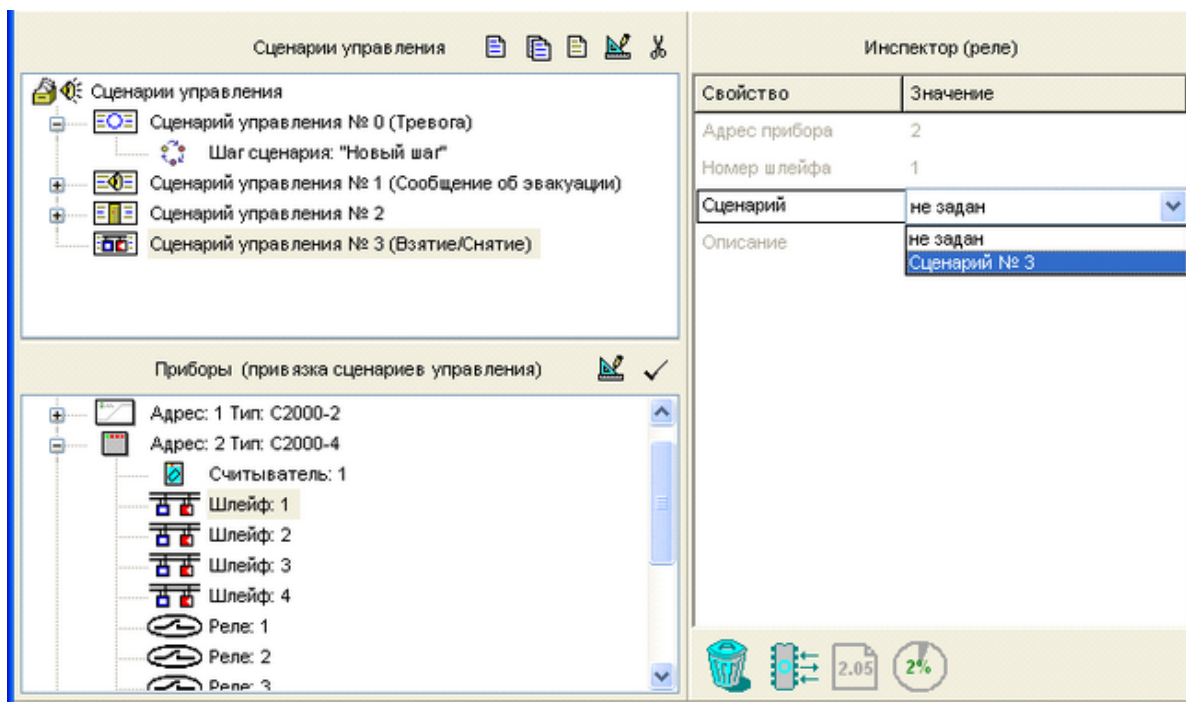

Рисунок 70 – Выбор для шлейфа сценария из списка
- *Привязать создаваемый сценарий управления к управляемому шлейфу/шлейфам*, которым пульт будет выдавать управляющие команды в рамках создаваемого сценария. Для этого следует в окне сценариев управления отметить нужный сценарий управления, затем в нижнем окне выбрать управляемый шлейф и либо нажать кнопку  в палитре инструментов окна привязки, либо выбрать нужное значение параметра «Сценарий» в окне «Инспектор» (см. рис. 70).